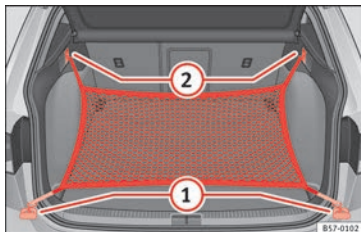

Fig. 157 Dans le coffre à bagages : œillets (1) et crochets (2) pour accrocher le sac pour filet.
- Fixez les crochets courts du filet aux œillets d'amarrage » fig. 157 (1) » ⚠. La fermeture à glissière du sac doit rester vers le haut.
- Fixez les rubans aux crochets pour accrocher des sacs (2).